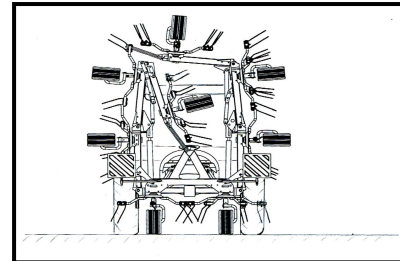

Abb. 14
2. Absenken auf den Boden (Abb. 14).